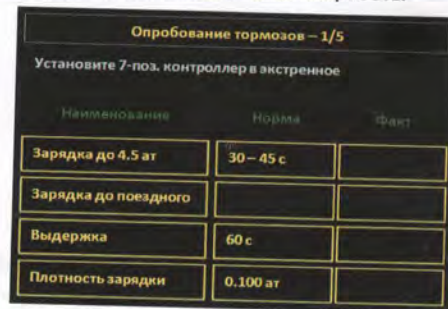

Рис. 16. Режим опробования тормозов (страница 1 из 5-ти)
- опробования тормозов (рис. 16 и 17). Этот режим предусматривает несколько страниц, переключаемых кнопками влево/вправо. При входе в этот режим начинается опробование тормозов. В процессе опробования система выполняет указанные стадии и автоматически измеряет необходимые параметры (давление и время). Участие человека в процессе опробования состоит в управлении контроллерами по инструкциям, которые отображаются в верхней части экрана. Результаты опробования записываются в таблицу, отображаемую на экране. Страницы этой таблицы могут переключаться только после завершения опробования (о завершении опробования будет выведено соответствующее сообщение в верхней части экрана). Стадии опробования, результаты которых вышли за